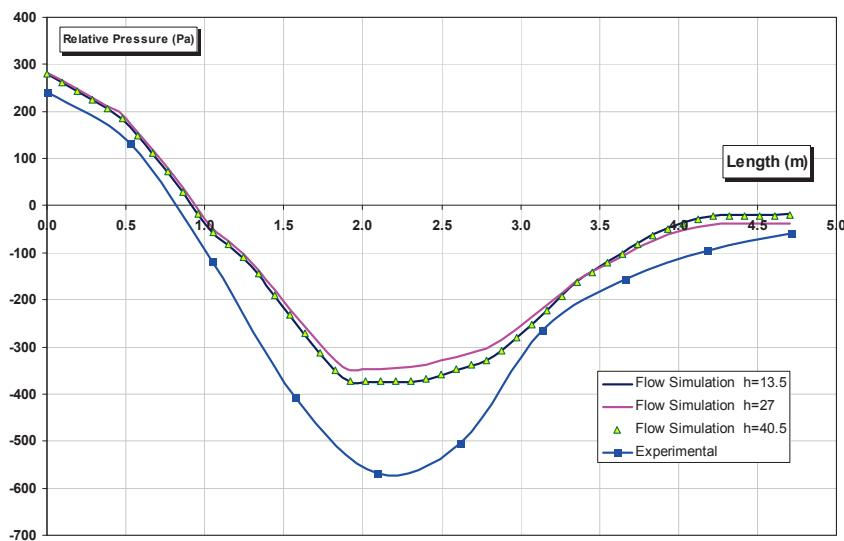

Fig. 14.15
Graficul din fig. 14.15 prezintă curba presiunii relative determinată experimental, conform tab. 1 și fig. 14.2, comparativ cu rezultatele din studiul Flow Simulation din tab. 3.
The diagram from fig. 14.15 show the experimental relative pressure curve, resulted from tab. 1 and fig. 14.2, compared with Flow Simulation results from tab. 3.
- Curbele presiunii relative rezultate din simulare din fig. 14.15 confirmă o alură apropiată cu cea a curbei determinată experimental, cu diferențe puțin mai mari în zona centrală.
- Curbele presiunii relative rezultate din simulare din fig. 14.15 sunt mai apropiate pentru înălțimile 13.5 și 40.5 m comparativ cu cea de la înălțimea 27 m.
- The Flow Simulation relative pressure curve from fig. 14.15 has the same shape with the experimental curve, with bigger differences in the central area.
- The Flow Simulation relative pressure curve from fig. 14.15 are similar for 13.5 și 40.5 m compared with the curve for 27 m.